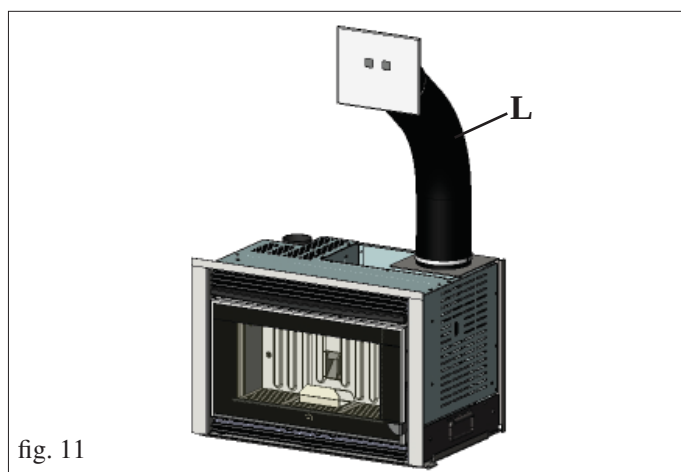

fig. 11
- Para a instalação da boca de carregamento (L - fig. 11), ver as páginas seguintes.